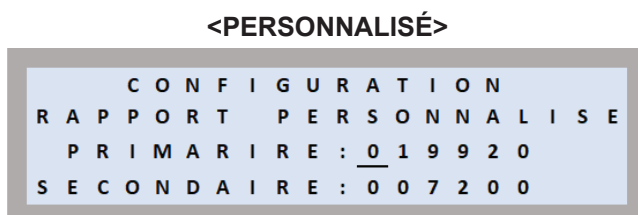

Figure 69
- L'option « PERSONNALISÉ » vous permet de définir un rapport personnalisé. À partir de l'écran « SÉLECTIONNER LA PLAQUE SIGNALÉTIQUE » (voir Figure 69), appuyez sur  pour sélectionner l'option « **PERSONNALISÉ** ».
- **Définition des valeurs des rapports personnalisés principal et secondaire** : Le curseur clignote sous le premier choix « Primaire » (voir Figure 69). Utilisez  et  pour modifier le choix. Utilisez ensuite  ou  pour parcourir les champs et définir les valeurs des champs du choix primaire et secondaire restant.